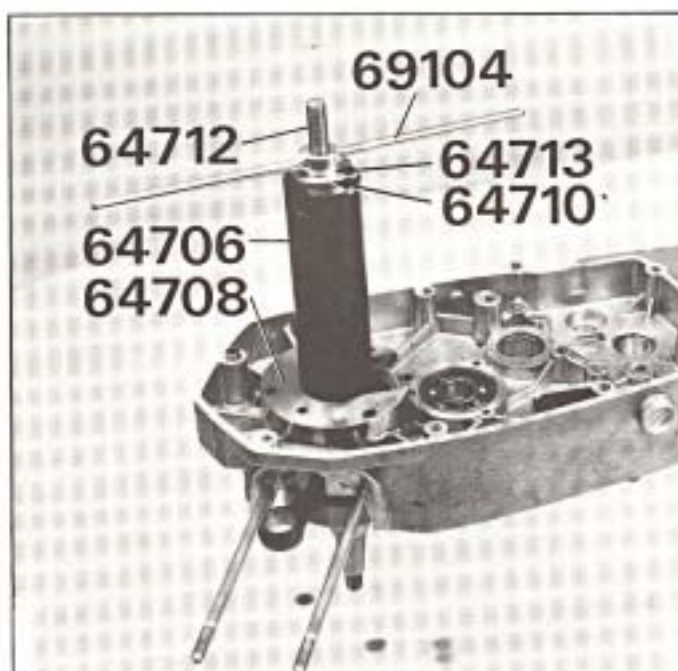

Fig. 24
- Visser la broche 64712 en bout de vilebrequin (figure 24).